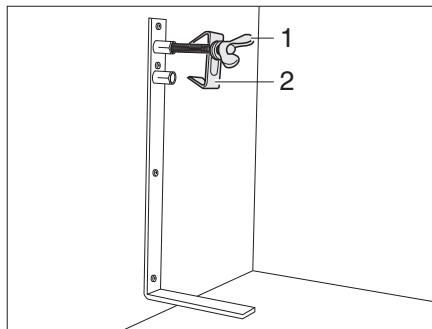

Fig. 189 Supporto per la ruota di scorta
- Svitare la vite (Fig. 189,1) e rimuoverla con la centratura (Fig. 189,2).